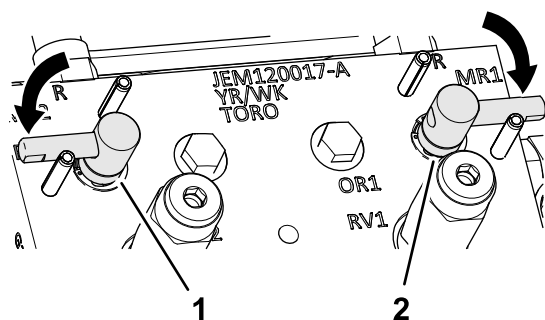

Figura 151
3. Mueva la palanca de autoafilado a la posición F (siega) (Figura 151).